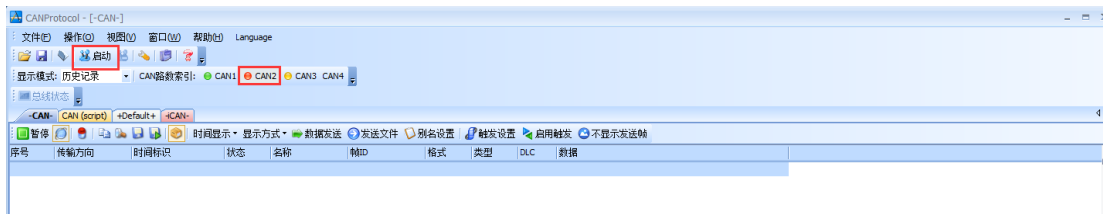

图 11
9、打开 CAN 分析仪软件，CAN 口选择与所接 CAN 盒的端口一致，如图 11 所示：